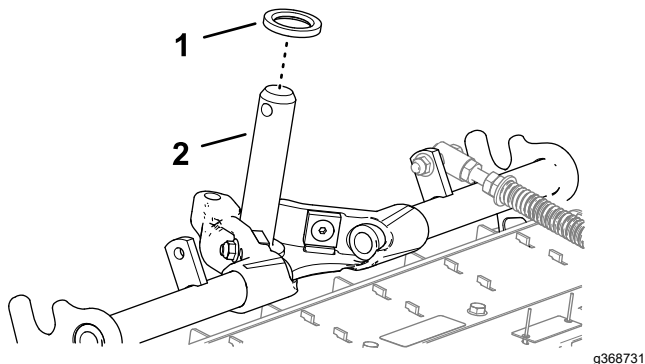

Figura 24
1. Asigurai-vă că aiba de presiune cu cap înecat este introdusă pe arborele cadrului de susinere (Figura 24).